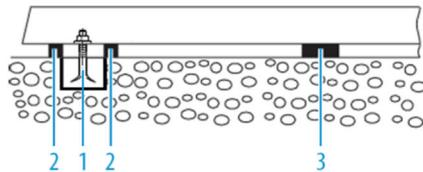

Abb. 8: Pumpenaggregat auf Fundament setzen
3. **▶** Fundamentschrauben (Nr. 1 in *Abb. 8 „Pumpenaggregat auf Fundament setzen“ auf Seite 38*) von unten in die Befestigungslöcher der Grundplatte einhängen.
5. **▶** Fundamentschrauben (Nr. 1 in *Abb. 8 „Pumpenaggregat auf Fundament setzen“ auf Seite 38*) in die vorbereiteten Ankerlöcher versenken.
- Neben jeder Fundamentschraube (Nr. 1 in *Abb. 8 „Pumpenaggregat auf Fundament setzen“ auf Seite 38*) links und rechts je eine Stahlbeilage (Nr. 2 in *Abb. 8 „Pumpenaggregat auf Fundament setzen“ auf Seite 38*) anordnen
- Ist der Abstand der Ankerlöcher größer als 750 mm, zusätzliche Stahlbeilage (Nr. 3 in *Abb. 8 „Pumpenaggregat auf Fundament setzen“ auf Seite 38*) auf jeder Seite der Grundplatte in der Mitte anordnen